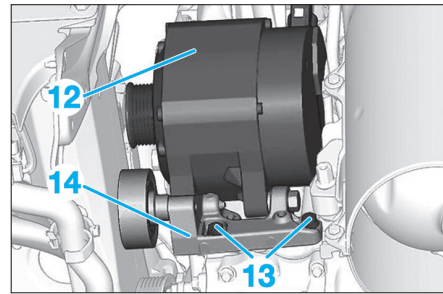

Fig. 21
- les vis de fixation (13) (Fig.21),